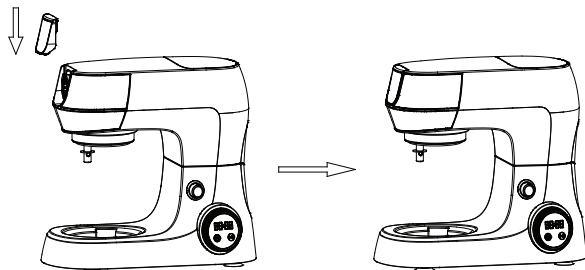

Рисунок 7
11. Установите защитную крышку (11) на гнездо для мясорубки (12) (см. рис. 7).